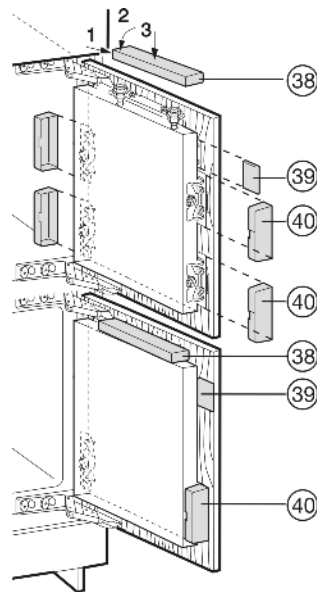

Fig. 26
- ▶ Установите и защелкните верхние крышки Fig. 26 (38).
- ▶ Установите боковые крышки Fig. 26 (39), надвиньте до упора и затем нажмите на них до защелкивания.
- ▶ Крышки Fig. 26 (40) надвиньте сбоку, затем отверткой отожмите вперед так, чтобы они защелкнулись.